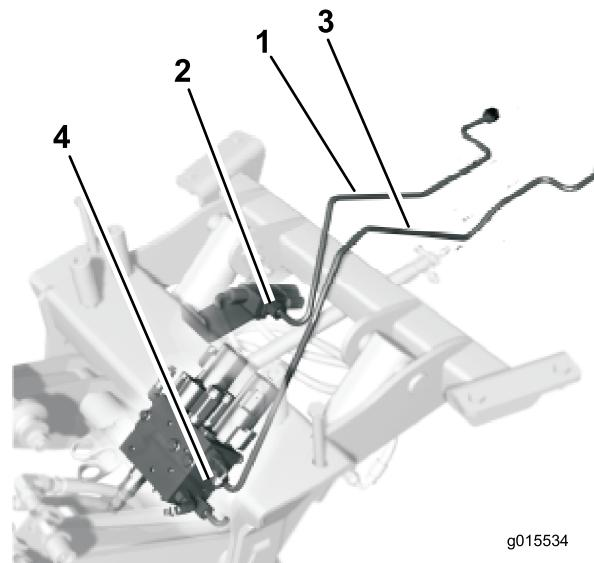

Рисунок 4
1. Установите, не затягивая, короткую гидравлическую трубку на прямой штуцер клапана (Рисунок 4).
2. Установите, не затягивая, длинную гидравлическую трубку на прямой штуцер коллектора (Рисунок 4).
2. Проложите короткую гидравлическую трубку в сборе (Рисунок 4) вокруг и поверх штока управления тягой.